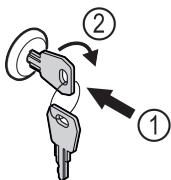

Fig. 91
- Uvucite ključ Fig. 91 (1).
- Okrenite ključ za 90° nadesno Fig. 91 (2).